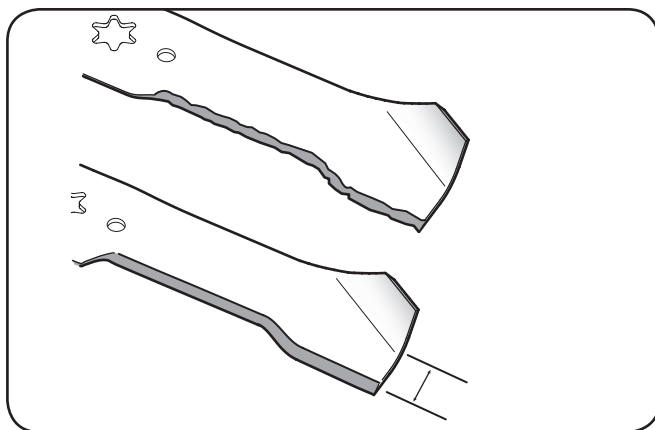

Figura 7-8
4. Para afinar correctamente las hojas de corte, retire la misma cantidad de metal de ambos extremos de las hojas a lo largo de los bordes de corte, paralelo al borde de fuga, en un 25° - 30° de ángulo. Siempre moler cada filo de la cuchilla de corte por igual a mantener el equilibrio de la hoja adecuada. Véase la figura. 7-8.